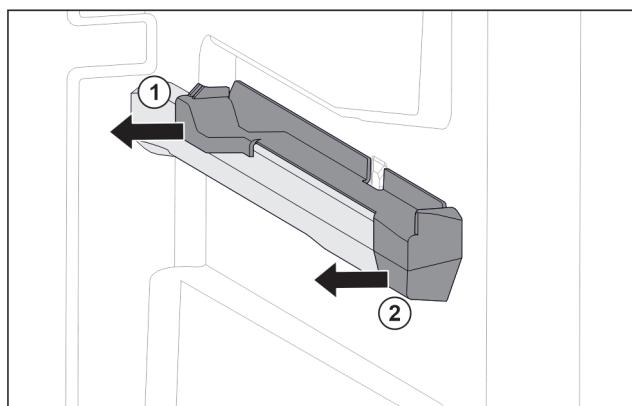

Fig. 77 Nasazovací díl na pravém žebrování na nádoby
- Stáhněte nasazovací díl vzadu na stranu. Fig. 77 (1)
- Stáhněte nasazovací díl vpředu na stranu. Fig. 77 (2)